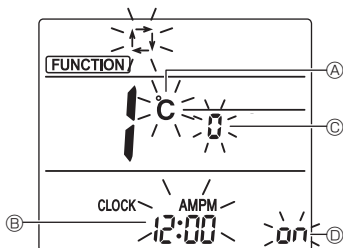

Fig. 6-11
3. ตรวจสอบว่าหมายเลขฟังก์ชัน "1" แสดงขึ้น จากนั้นกดปุ่ม SET ③ หน้าจอการตั้งค่าจอแสดงจะปรากฏขึ้น (Fig. 6-11)